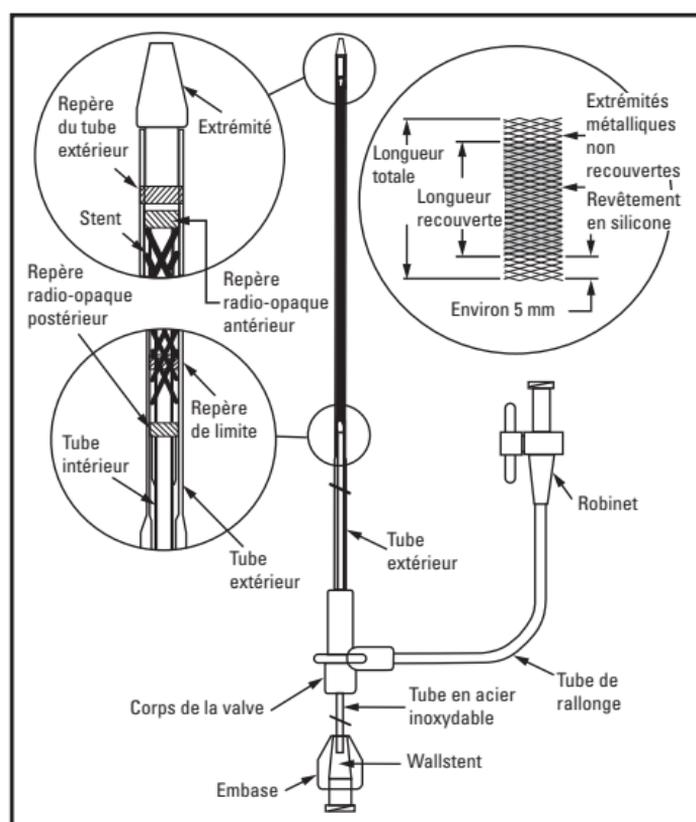

Figure 1. Système de mise en place UNISTEP Plus
L'endoprothèse biliaire endoscopique WALLSTENT BILIARY partiellement recouverte se compose de deux éléments : le stent métallique implantable et le système de mise en place UNISTEP™ Plus (voir la **Figure 1. Système de mise en place UNISTEP Plus**). Le stent se compose d'un fil monobrin en superalliage biomédical, tressé en une structure tubulaire à mailles et recouvert d'un polymère en silicone (revêtement Peralume™). Environ cinq (5) millimètres de métal dénudé tressé sont exposés à chaque extrémité du stent recouvert (voir la **Figure 1. Système de mise en place UNISTEP Plus**). Cette conception offre un stent souple, compliant et auto-expansible. Le système de mise en place se compose en partie de tubes coaxiaux. Le tube extérieur maintient le stent contracté jusqu'à ce qu'il soit rétracté au cours de la mise en place. Des repères radio-opaques placés sur les tubes intérieur et extérieur facilitent la visualisation pendant le déploiement. Les fils du stent peuvent être munis d'une âme radio-opaque pour améliorer l'opacité aux rayons X. Le tube intérieur du système coaxial est doté d'une lumière centrale capable de recevoir un guide de 0,035 in (0,89 mm).
Si le stent doit être repositionné, exécuter la procédure de déploiement dans l'ordre inverse. Le stent peut être recontracté par le tube extérieur si le seuil de déploiement du stent n'a pas été dépassé. Le seuil de déploiement du stent, ou point au-delà duquel le stent ne peut plus être recontracté, est déterminé par l'emplacement du repère de limite. (Figure 1. Système de mise en place UNISTEP™ Plus) Une fois le stent recontracté, il est possible de le repositionner distalement ou proximale. La procédure de déploiement peut ensuite reprendre. La procédure de déploiement peut être inversée deux fois, ce qui permet un total de trois tentatives de déploiement.